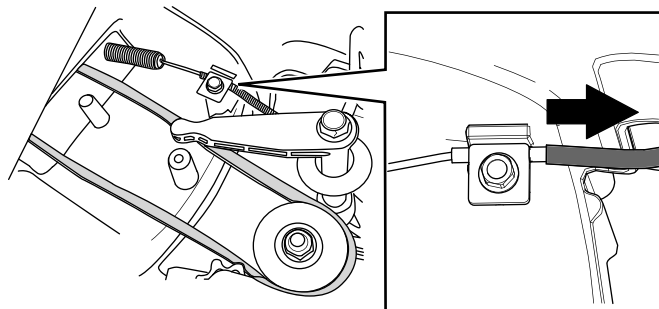

Figura 33
6. Tire de la cubierta del cable para eliminar la holgura (Figura 33).